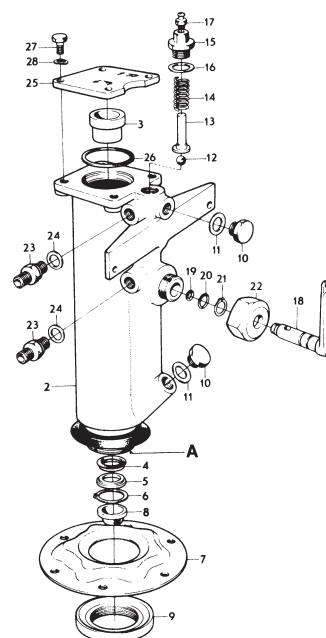

Fig. 41. Lyftcylinder
4. Knacka in metallbussningen (3 fig. 41) i lyftcylinderns nederdel (med metalldorn uppifrån). Sätt upp cylinderhuset (med botten uppåt) i ett skruvstycke med skyddsbackar. Lägg fästplattan (7) över husets gängade del med kupade sidan mot cylindern.
**OBS!** Dammskyddet (gummiring) mellan huset och fästplattan. Montera därefter stödbrickan (9). Stödbrickan skall skruvas på så långt att den går jämnt med husets underkant. Lås därefter med två körslag i cylinderhuset "A" fig. 41.
5. Tryck in tätningen (4) i lyftcylinderns botten med bokstavssidan inåt.